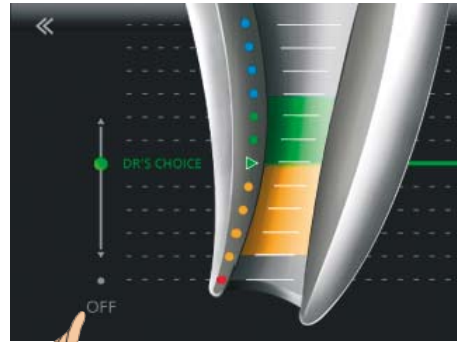

Fig. 25 Tryck på OFF
- Gå tillbaka till menyn Inställningar, välj funktionen DR'S CHOICE och klicka på OFF (fig. 25) för att stänga av apikallinjen DR'S CHOICE.